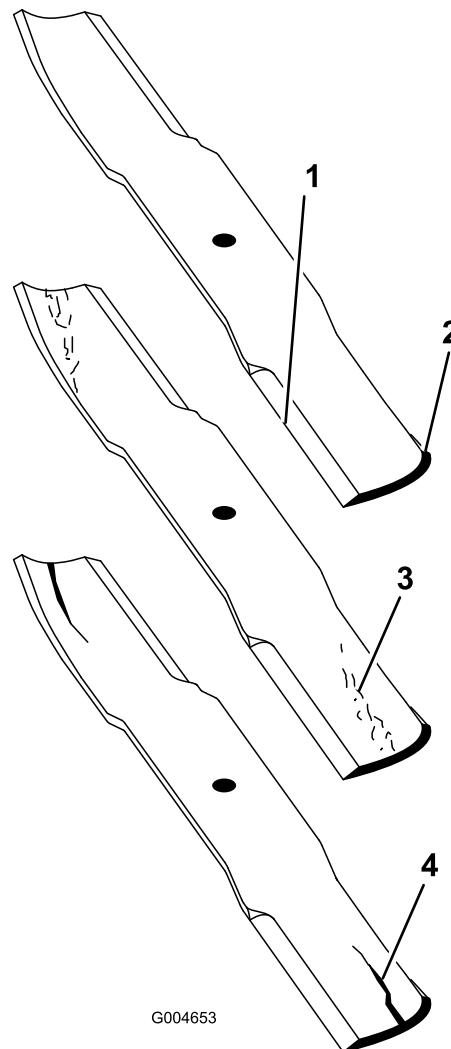

Figura 77
2. Examine cuidadosamente as extremidades da lâmina, prestando especial atenção à zona onde se encontram as partes curvas e planas da lâmina (Figura 77).
Nota: A areia e os materiais abrasivos podem desgastar o metal entre as partes plana e curva da lâmina; por isso, verifique a lâmina antes de utilizar a máquina. Se verificar que esta zona se encontra desgastada (Figura 77), substitua a lâmina.
3. Inspecione as extremidades de corte de todas as lâminas e afie-as se apresentarem sinais de desgaste ou ranhuras (Figura 77).